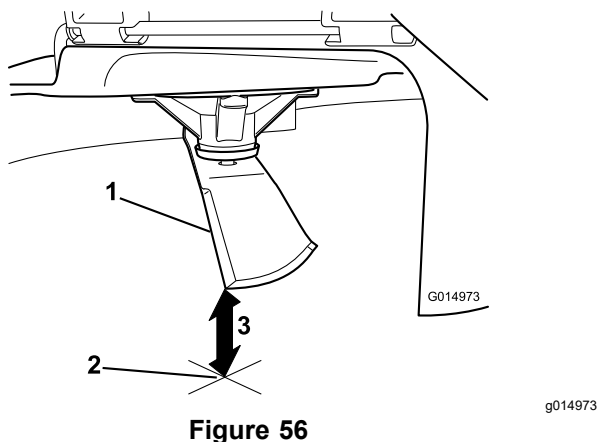

Figure 56
5. Mesurez la distance entre la pointe de la lame et la surface plane (Figure 56).